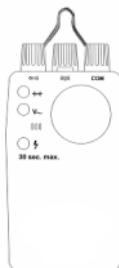

Ilustración 2
- ¡No hay cables de medición conectados (véase ilustración 2)!